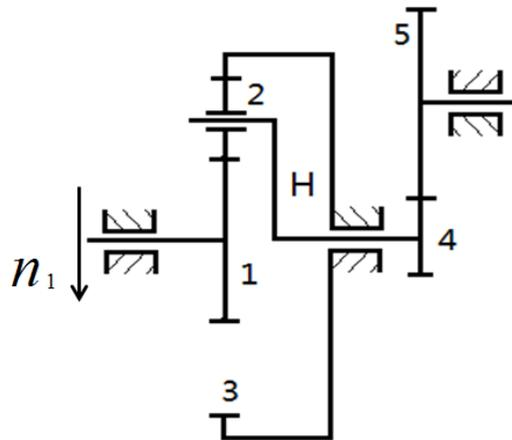

图 7
5. (15分)在图 7 所示的轮系中,已知  $z_1=27$ 、 $z_2=17$ 、 $z_3=81$ 、 $z_4=12$ 、 $z_5=36$ , 轮 1 的转速  $n_1$  如图中所示,求该轮系的传动比  $i_{15}$ , 并说明轮 5 的转动方向。